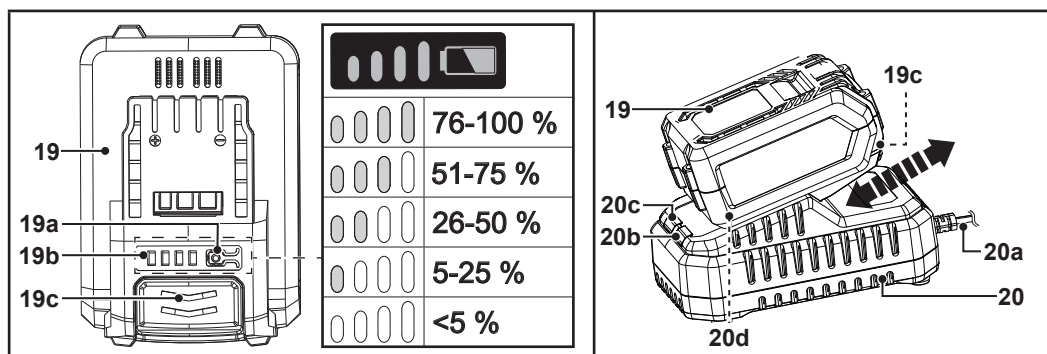

Fig. 4
1. Prima o botão da capacidade da bateria (19a) (Fig. 4).
2. Os LED do indicador de capacidade da bateria (19b) mantêm-se acesos durante cerca de 10 segundos (Fig. 4).
4. **Quando o carregamento estiver concluído:** segure o carregador (20) na posição correta com uma mão. Pressione o botão de liberação (19c) e faça deslizar a bateria (19) para fora (Fig. 4).